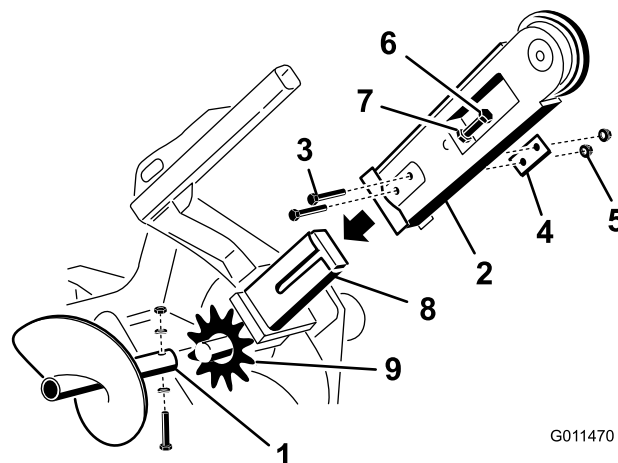

Figure 4
2. Retirez le boulon, les rondelles doubles et l'écrou qui fixent la vis sans fin de débrayage et déposez la vis sans fin (Figure 4).
3. Retirez les 2 boulons, écrous et doubles rondelles de chaque côté de la flèche (Figure 4).
4. Desserrez le boulon de réglage et l'écrou de blocage (Figure 4).